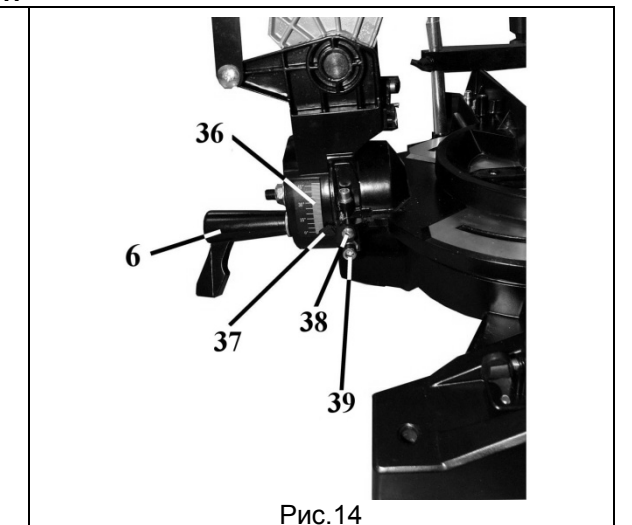

Рис. 14
11.2. Установка угла наклона пильного диска (Рис. 14 и 15)
13.6. Установка фиксированных положений 0° и угла наклона 45° (Рис. 14, 18)